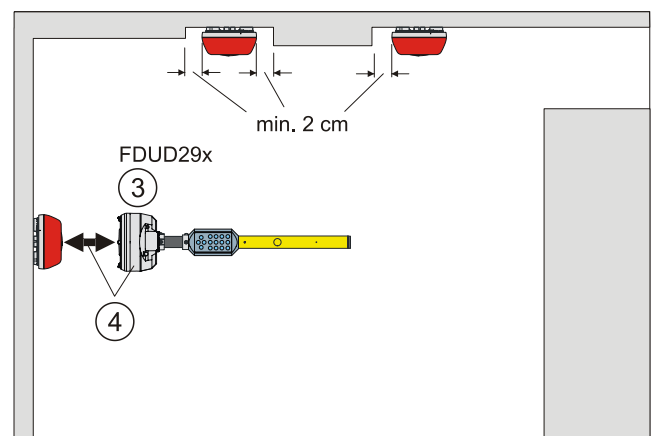

Fig. 4
- The alarm sounder must be easily accessible for commissioning and maintenance so that it can communicate with the detector exchanger and tester FDUD29x via the interface (MC link) (Fig. 4).
- Für die Inbetriebnahme und Wartung muss der Alarntongeber gut zugänglich sein, damit er über die Schnittstelle (MC-Link) zum Prüfpflücker FDUD29x kommunizieren kann (Fig. 4).
- Pour la mise en service et la maintenance, le diffuseur sonore doit être bien accessible afin de pouvoir communiquer via l'interface (MC-Link) avec le vérificateur/échangeur de détecteurs FDUD29x (fig. 4).
- De cara a la puesta en servicio y al mantenimiento, la sirena de alarma deberá estar plenamente accesible con la finalidad de poder efectuar la comunicación mediante la interfaz (MC-Link) al extractor/probador de detectores FDUD29x (Fig. 4).
- Per la messa in servizio e la manutenzione, la sirena d'allarme deve essere ben accessibile, in modo che possa comunicare con l'estrattore e tester FDUD29x tramite l'interfaccia (MC-Link) (Fig. 4).